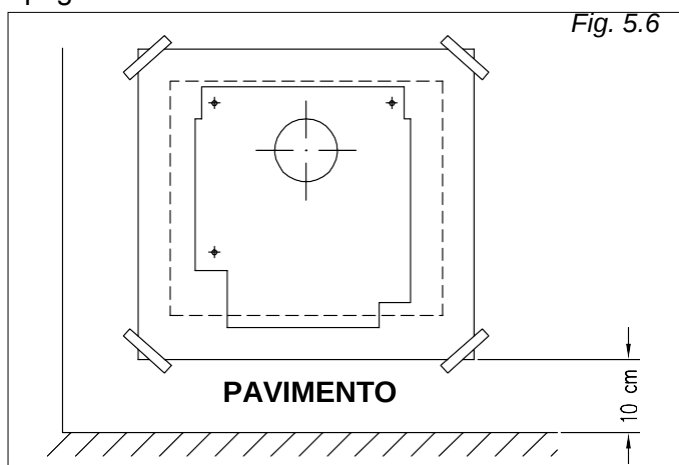

Fig. 5.6
1. Poziționați șablonul pe perete și fixați-l cu bandă adezivă la o distanță de minimă 10 cm de podea și perfect încadrat (vezi fig. 5.6).
3. Pozitionați din nou șablonul cu grijă, centrându-l cu orificiul făcut pentru tubulatura de evacuare, apoi dați cele 4 găuri cu un diametru de 8 mm și introduceți suruburile furnizate (vezi fig. 5.6).